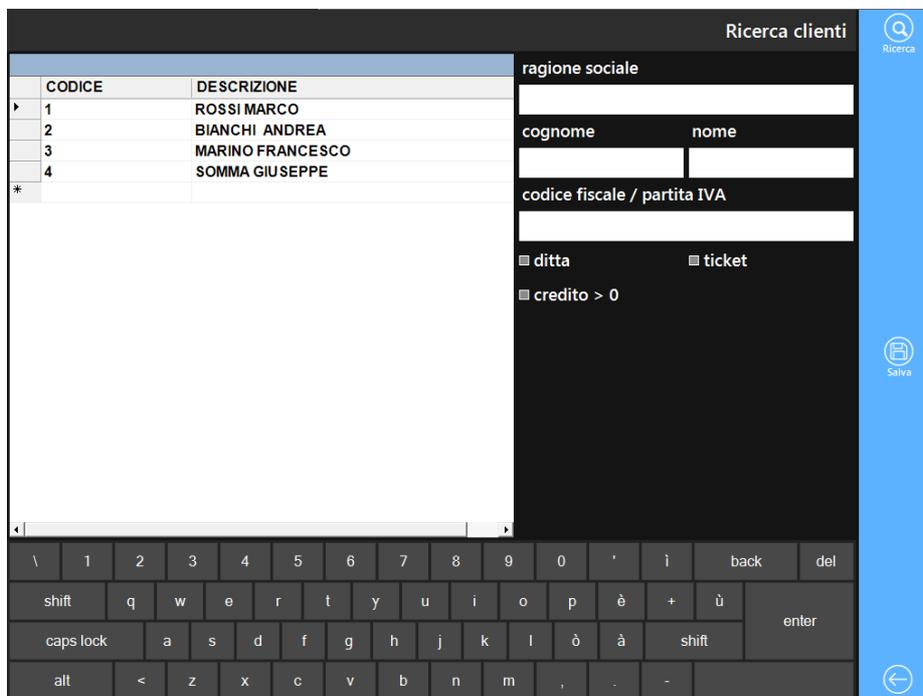

Figura 135: Maschera di ricerca clienti
2. Premere il tasto “Cliente” senza digitare alcun codice; a tal punto comparirà la schermata di Figura 135, nella quale è stato selezionato il cliente “Rossi Mario”. Per effettuare la ricerca basterà inserire qualche criterio di filtro e premere il tasto “Ricerca”. Le flag “Ditta” “Ticket” e “Credito > 0” consentono di inserire un ulteriore filtro di ricerca:
Tutti i movimenti (scontrini e/o ricevute fiscali) associati ad un cliente di tipo ditta che presentano un corrispettivo non pagato verranno memorizzati nell'archivio di sistema al fine di consentirne una fatturazione riepilogativa. Per emettere una fattura riepilogativa ad una ditta basta entrare nella maschera di Figura 135, spuntare la flag "Ditta" (in modo da limitare il numero di risultati restituiti dal sistema) e premere il tasto "Ricerca". La figura seguente mostra il risultato della ricerca di tutti i clienti di tipo Ditta (apposita flag spuntata) e la cui ragione sociale contenga la stringa "Ditron".
Tutti i ticket/buoni pasto ricevuti quale mezzo di pagamento, possono essere fatturati in differita(ad esempio a fine mese) all’azienda emittitrice, purchè questa sia stata correttamente creata in anagrafica come cliente di tipo ticket spuntando l’apposita flag in anagrafica clienti. Per emettere una fattura riepilogativa di tipo ticket ad un cliente basta entrare nella maschera di Figura 135, spuntare la flag “Ticket” (in modo da limitare il numero di risultati restituiti dal sistema) e premere il tasto “Ricerca”. La figura seguente mostra il risultato della ricerca di tutti i clienti di tipo Ticket (apposita flag spuntata) e la cui ragione sociale contenga la stringa “Ditta”.